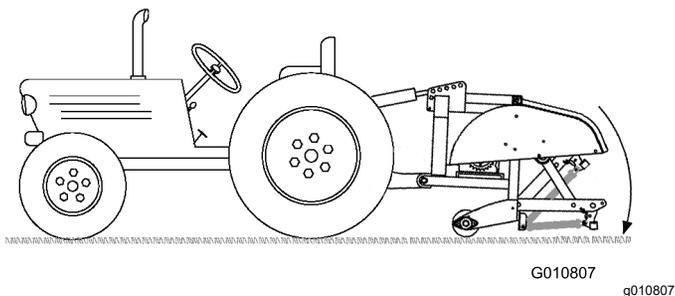

图 13
4. 将打孔机放低到地面上并完全伸长液压顶部连杆油缸或上连杆图 13。